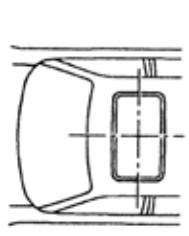

图 9-217
(1)检查滑动天窗(防水条)和天窗板之间的公差, 如图 9-217 所示。尺寸(后边角): $0 \pm 1.5\text{mm}$ 。